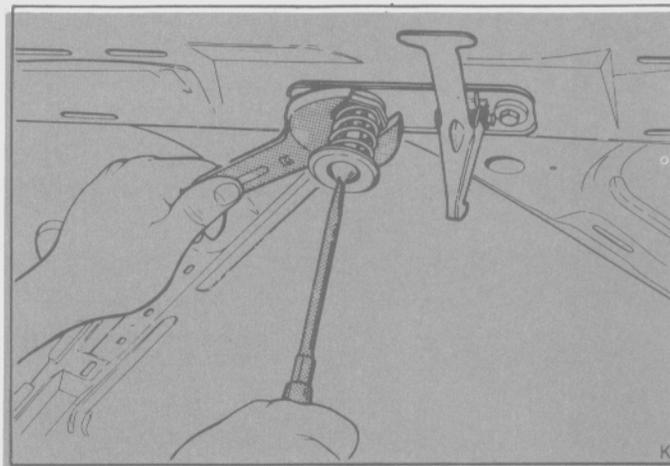

Fig. 64
- Extraer el tornillo de traba y la traba de seguridad (Fig. 64).